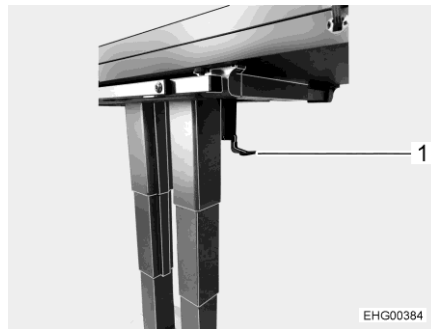

Bild 94 Bord, undersida
- För ned låsarmen (Bild 94,2).